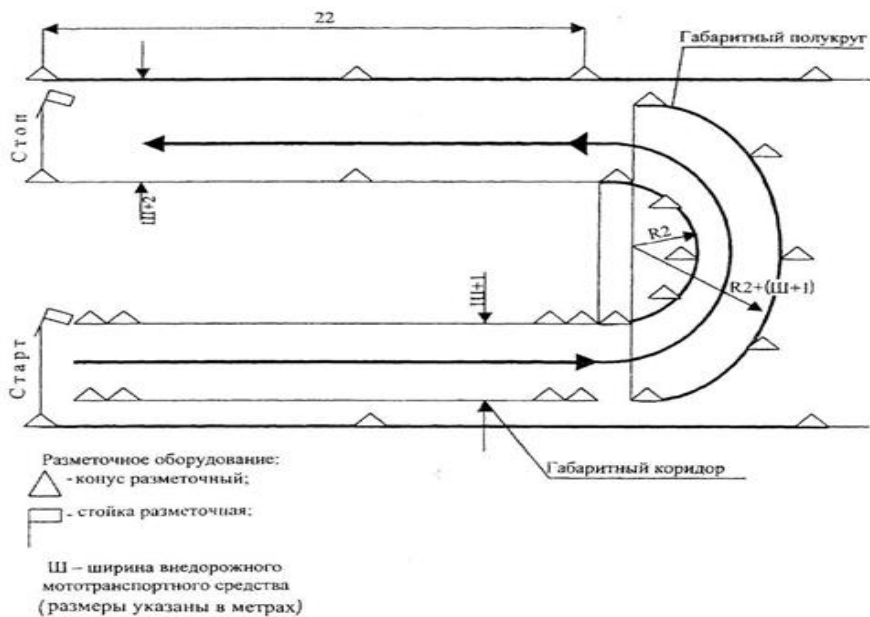

Рис. 2. Габаритный коридор, габаритный полукруг, разгон-торможение
**ЗАДАНИЕ 2. ГАБАРИТНЫЙ КОРИДОР, ГАБАРИТНЫЙ ПОЛУКРУГ, РАЗГОН-ТОРМОЖЕНИЕ** (рис. 2).